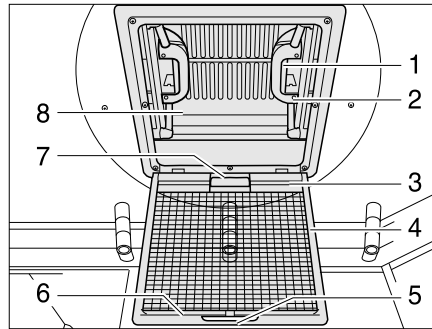

Fig. 90 Oblò a scatto
- Tirare la maniglia (Fig. 90,5).
- Ribaltare la protezione contro gli insetti (Fig. 90,4) verso il basso.
- Premere la chiusura a scatto (Fig. 90,1) verso l'interno dell'oblò (Fig. 90,8). Premere contemporaneamente verso l'alto l'oblò con la maniglia (Fig. 90,2).
- Spingere la protezione contro gli insetti (Fig. 90,4) verso l'alto finché non si innesta.
- Tirare con forza verso il basso le due maniglie (Fig. 90,2) dell'oblò (Fig. 90,8), fino a quando non scattano (Fig. 90,1) entrambe le chiusure.
- Tirare l'oscurante a rullo per la maniglia (Fig. 90,7) e agganciare il listello portaganci (Fig. 90,3) nel listello di supporto (Fig. 90,6) sulla protezione contro gli insetti.
- Staccare il listello porta-ganci (Fig. 90,3) dal listello di supporto (Fig. 90,6) e ricondurre lentamente in posizione l'oscurante a rullo.